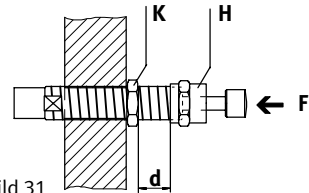

Bild 31
- Med hänsyn till stabiliteten får **avståndet d** på Bild 31 inte överskrida värdena i följande tabell: